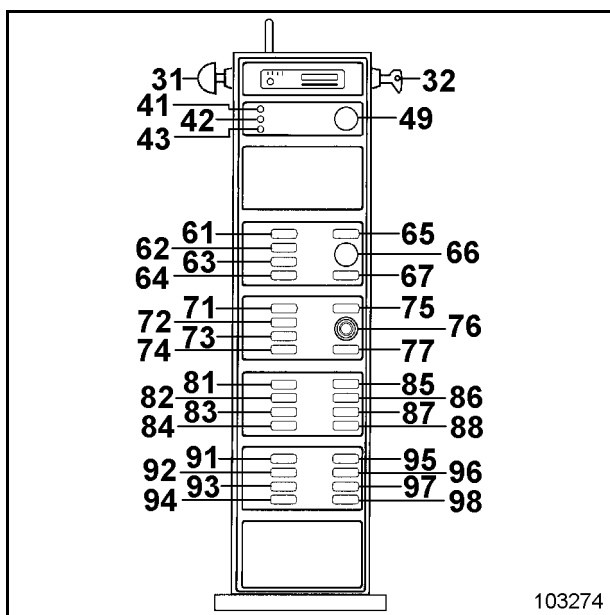
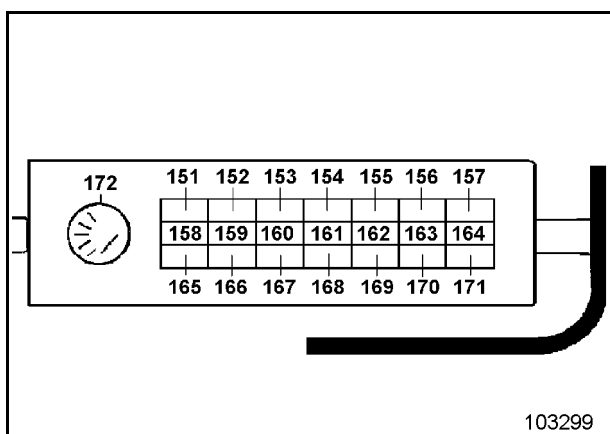

Fig. 3-98
Fig. 3-99
Lors de la mise en circuit du système électrique moyennant la clé de contact (32, Fig. 3-98), les témoins de contrôle et d'alerte (165, 166, 167 et 168 Fig. 3-99) s'allument. Après le démarrage du moteur, le système de graissage centralisé se met en marche.
Les points de graissage raccordés sont graissés à des intervalles réguliers. Pendant le temps de graissage, le témoin de contrôle (165, Fig. 3-99) est allumé.
Le témoin d'alerte (166, Fig. 3-99) clignote pendant 15 minutes en cas de malfonction. Ensuite, le témoin d'alerte (166) est allumé fixe. Les vérins de godet et de basculement godet sont alors désactivés.